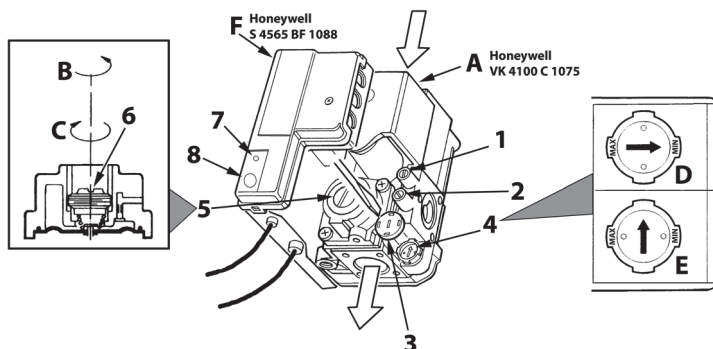

fig. 6 - Réglage de la pression
2. Ôter le petit capuchon de protection 3 de la vanne à gaz (fig. 6). À l'aide d'un petit tournevis, régler le "STEP" d'allumage pour le gaz souhaité (G20-G25 position D fig. 6 ou bien ou G30-G31 position E fig. 6) ; remettre ensuite le capuchon.